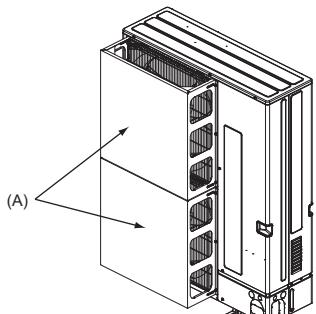
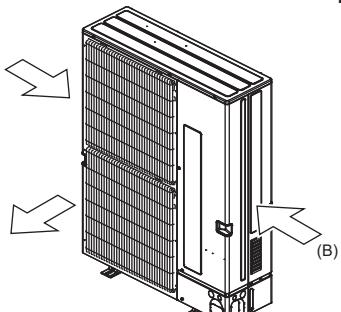

Fig. 2-4
Fig. 2-5
- (2) Si la unidad está situada en un lugar expuesto a vientos fuertes como huracanes que puedan entrar en la salida de aire coloque una guía para la salida de aire o una guía de aire. (Fig. 2-4)
- (A) Guía para la salida de aire
- (3) Coloque la unidad de manera que la salida de aire sople en dirección perpendicular a la dirección estacional del viento, si la conoce. (Fig. 2-5)
- (B) Dirección del viento